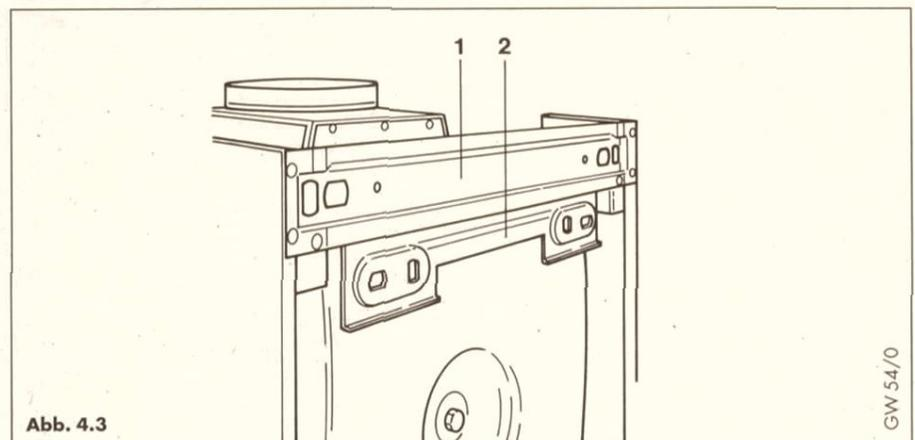

Abb. 4.3
4.2.2 Geräteaufhängung mit Bügel (Empfohlen bei glatten Wänden siehe Abb. 4.3 und 4.4)
Legende zu Abb. 4.3 und 4.4